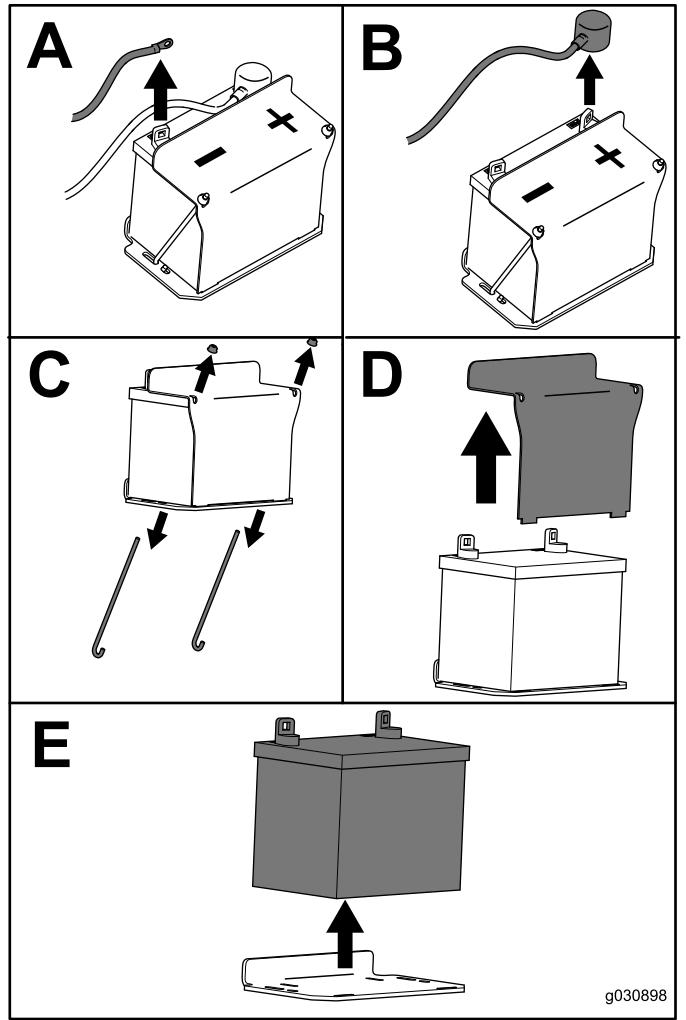

Figura 53
- Retire la batería, según se muestra en Figura 53.